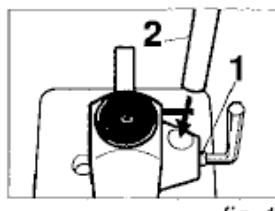
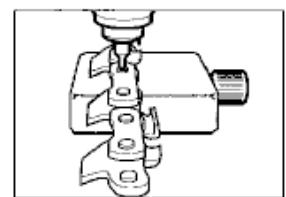

fig. 1
fig. 4
El Rompe cadenas se suministra ya montado, excepto la palanca (2). Para montar esta palanca, suelte el tornillo (1) (fig. 1). Llave suministrada. Inserte la palanca como se muestra en la fig.4 y luego apriete el tornillo (1).
debajo del punzón, luego baje la palanca paso a paso (2) (fig.1) hasta que salga el remache. No fuerces demasiado.